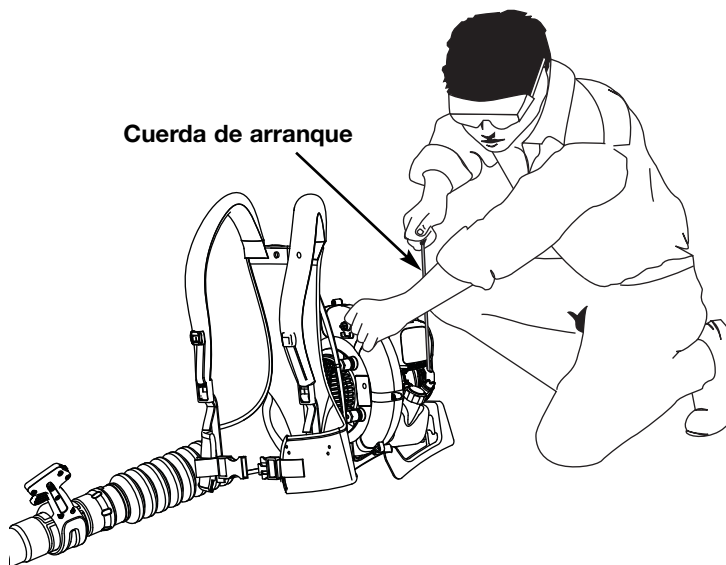

Fig. 16
ADVERTENCIA: Evite los arranques accidentales. Colóquese en posición de inicio cuando tire de la cuerda de arranque (Fig. 16). El operador y la unidad deben estar en una posición estable al arrancar la unidad para evitar graves lesiones personales. Para evitar lesiones personales graves, asegúrese de que los tubos de la sopladora estén colocados antes de hacer funcionar la unidad.
5. Colóquese en la posición de arranque y tire de la cuerda de arranque hacia afuera aproximadamente 4 pulgadas, luego tire de ella 4 veces de manera suave y rápida (Fig. 16).